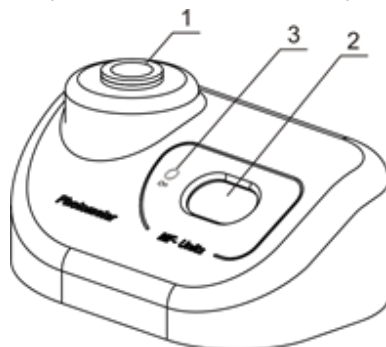

Рисунок 3. Вид спереди
- Проверьте, чтобы адаптер **A-16** был в гнезде прибора (рис. 3/1). Прибор откалиброван для работы со стеклянными пробирками диаметром 16 мм. Откалибруйте прибор для работы с другими пробирками, см. главу **Калибровка**.
- 5.2. На дисплее (рис. 3/2) может отображаться:
**Примечание.** Дисплей **DEN-1B** отключается, если в гнезде прибора нет пробирки дольше одной минуты. Нажмите кнопку **On** (рис. 3/3) для его включения.
- 6.6.2. **Прозрачный стандарт.** На дисплее появится индикация **0.00**. Вставьте в гнездо (рис. 3/1) стандарт для значения **0.00**. Если такой стандарт недоступен, наполните пробирку, используемую для обычных измерений, дистиллированной водой. Используйте пробирку как стандарт **0.00**. Нажмите кнопку **Install** для сохранения значения прозрачного стандарта. Экран покажет следующее требуемое значение калибровки.
- 6.7. **Общие правила калибровки.** На дисплее появится индикация соответствующего значения калибровки. Вставьте в гнездо (рис. 3/1) стандарт для этого значения и нажмите кнопку **Install** для сохранения значения данного стандарта.